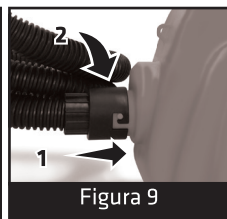

Figura 9
- Conecte a mangueira (**Figura 2**) no conector (**Figura 9**).